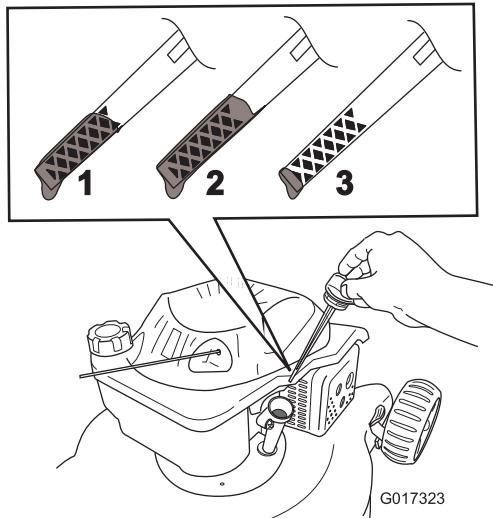

Figure 9
- Retirez la jauge (Figure 9).
- Sortez de nouveau la jauge et vérifiez le niveau d'huile; voir Figure 9.